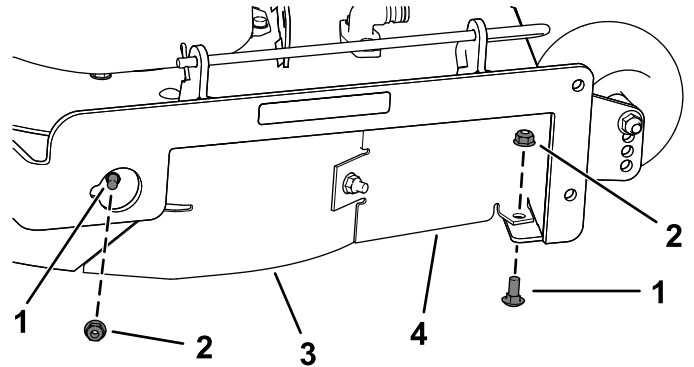

Figure 31
7. Retirez les 2 boulons de carrosserie (5/16 x 3/4 po) et les 2 contre-écrous (5/16 po) qui fixent le déflecteur droit et sa protection au plateau de coupe (Figure 31).